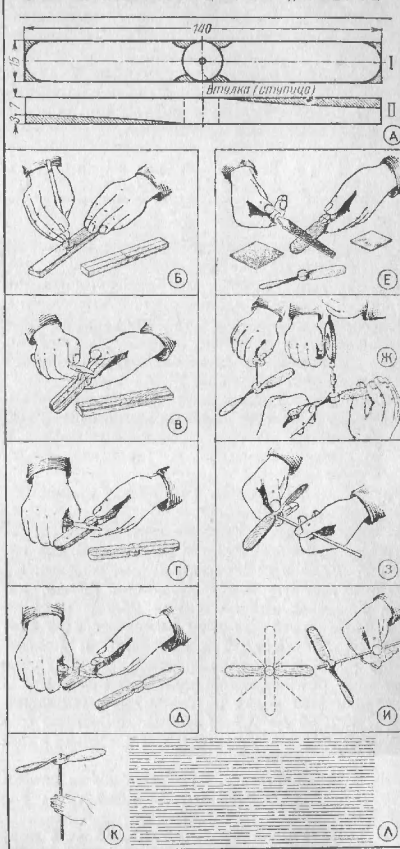

Рис. 6
**Плакаты № 2. Воздушный винт «муха» (рис. 6).**